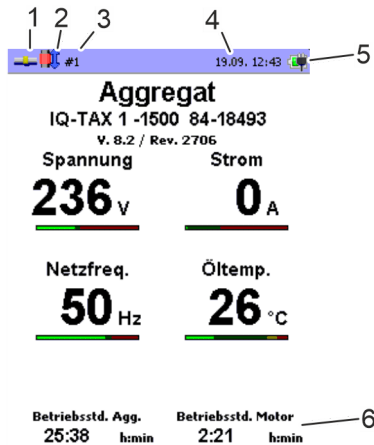

Abb. 35: Anzeigeelemente
- ⇒ Die korrekte Verbindung zwischen Hydraulikaggregat und Bedieneinheit (BE) wird im Verbindungsstatus (Abb. 35/1) durch  dargestellt.
- ⇒ Wenn die Datenverbindung zwischen der Bedieneinheit (BE) und dem Hydraulikaggregat hergestellt ist, wird das Menü „Aggregatedaten“ angezeigt.
- Wenn die Verbindung zwischen Bedieneinheit (BE) und Hydraulikaggregat fehlerhaft ist (Verbindungsstatus ) , sicherstellen, dass das Adapterkabel korrekt verbunden ist.
12.6 Mit Bedieneinheit (BE) spannen